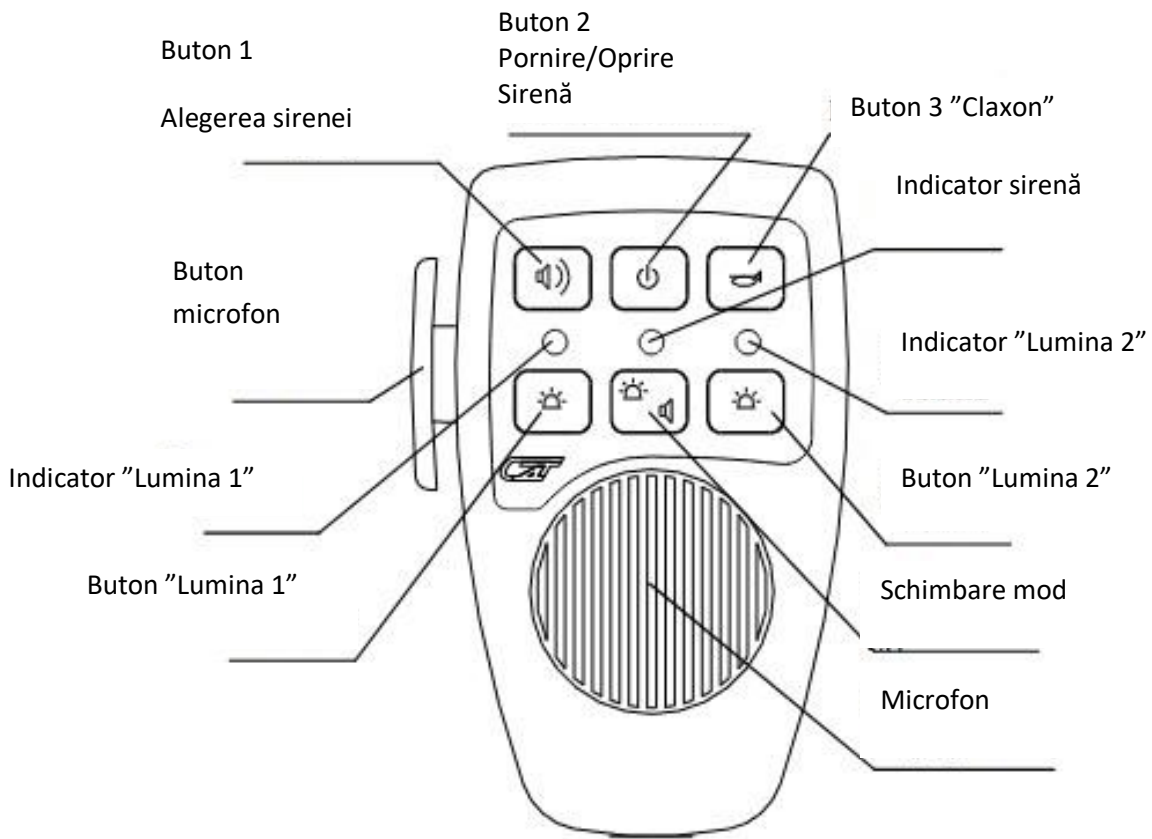

Fig.2
5.1 Instalația este în permanență de serviciu. Selectați și activați Sirenele și dispozitivele de lumină sunt activate cu ajutorul butoanelor telecomenzii control (fig. 2), situat pe microfonul de la distanță. După depunere unitatea de alimentare efectuează un autotest și este gata de funcționare în 5-6 secunde
5.2 Instalarea vă permite să controlați separat două dispozitive de lumină - de exemplu, părțile din stânga și din dreapta ale panoului de semnal luminos. Pentru a permite fiecare dispozitiv luminos trebuie apăsat scurt butonul - se va aprinde cel corespunzător indicator (Fig. 2). Apăsați din nou pentru a opri dispozitivul același buton - dispozitivul se va opri și indicatorul se va stinge.